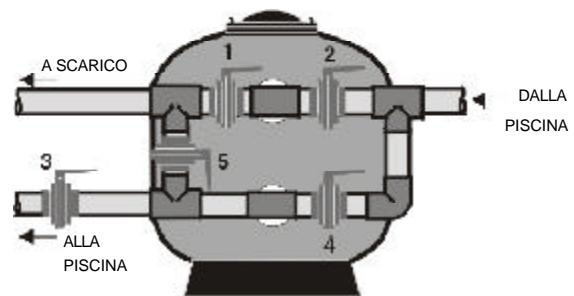

FIG.13
8.2 BATTERIE A 5 VALVOLE (FIG.13)